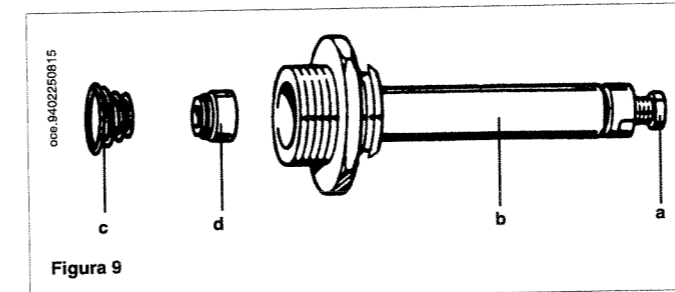

Figura 9
- * sostituire la molla avendo cura di posizionarla correttamente (figura 9);
- * avvitare a fondo, senza forzare, la vite nera (a) al canotto (b) (figura 9);
- * svitare la vite nera (a) (figura 9) fino a raggiungere il valore di pressione corrispondente alla potenza ridotta vedi tabella 1 a pagina 13;